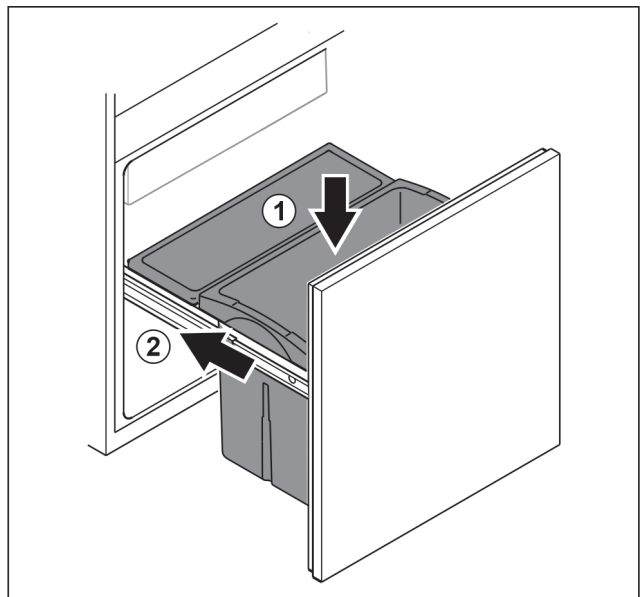

Fig. 101
- ▶ Schubfach von oben einsetzen. Fig. 101 (1)
- ▶ Auszugswagen einschieben. Fig. 101 (2)